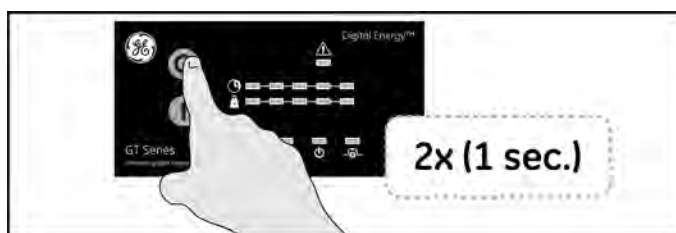

рис. 4.3.2.a
2. Нажмите кнопку “O” (рис. 4.3.2.a) на 1 секунду для перевода ИБП в режим байпаса.
3. Ещё раз нажмите кнопку “O” на 1 для выключения ИБП (рис. 4.3.2.a).